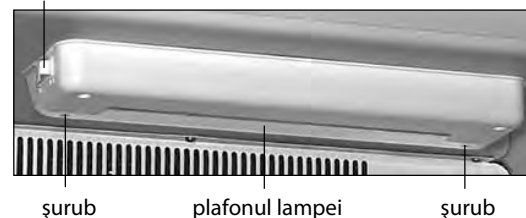

Figura 1
5.1.3 Activarea și dezactivarea iluminării camerei frigiderului, cu excepția XT-1006-XXX, XT-1007-XXX, XT-1008-XXX, se face cu ajutorul întrerupătorului de lumină a camerei de pe lămpă de iluminare, în conformitate cu figura 1 (întrerupătorul poate fi situat pe partea cealaltă a lămpii).